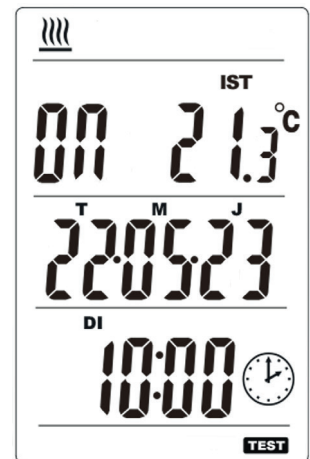

Abb. 17: Testmodus
2. Mit **+/-** den **TEST** Modus einstellen (Abb. 17). **START** drücken, um den Funktionstest zu starten. Im Display wechselt **ON/OFF**. Der Empfänger schaltet im gleichen Takt ein bzw. aus (LED grün/rot).